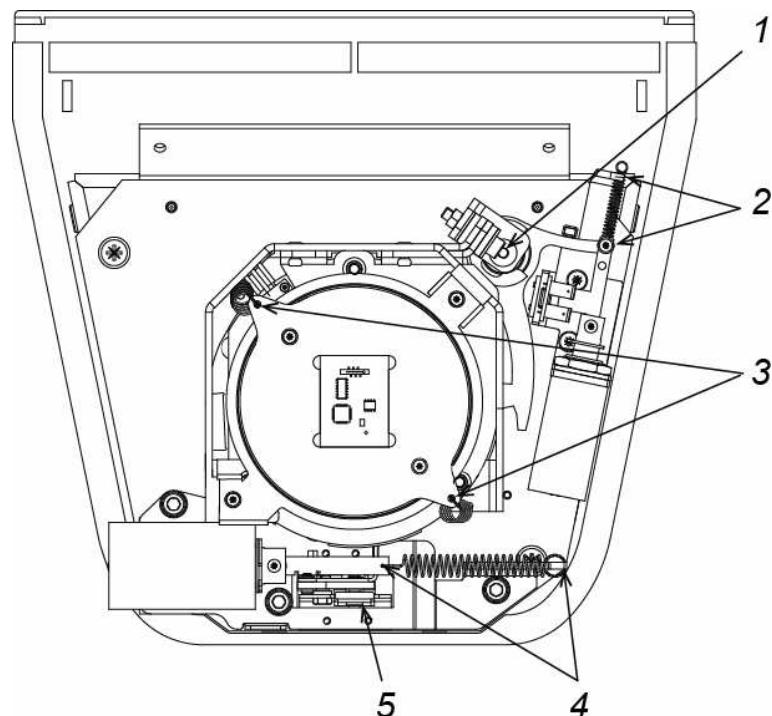

Рисунок 19. Техническое обслуживание механизма турникета
3. Проверьте надежность крепления преграждающих планок (3) к маховику и при необходимости подтяните установочные винты крепления преграждающих планок.
5. Снимите крышку турникета (1) с блоком индикации (2) согласно разд. 6.
- ось вращения рычага стопора (точка 1 на рис. 19) – смазкой **Chain and Rope Lube Spray – WEICON** или другой с аналогичными свойствами;
- места крепления пружин (точки 2, 3, 4 на рис. 19) – молибденовой смазкой;
- детали механизма аварийного открытия прохода (автоматического опускания преграждающей планки «Антипаника», точка 5 на рис.19) – смазкой **Chain and Rope Lube Spray - WEICON** или другой с аналогичными свойствами.
8. Проверьте надежность крепления кабелей в клеммных колодках платы интерфейса (10) и платы управления (9). При необходимости подтяните отверткой винты крепления кабелей.
10. Вставьте нижнюю часть зацепов крышки турникета в пазы корпуса (6) и опустите на половину высоты. Подключите кабель индикации (8) к блоку индикации крышки турникета и к разъему **X8 (INDICATION)** платы интерфейса и опустите крышку до упора. При опускании крышки проследите, чтобы кабель индикации (8) складывался вперед и не защемлялся элементами конструкции. Зафиксируйте крышку винтами в нижней части корпуса.
11. Установите маховик (4) с преграждающими планками (3) в следующем порядке:
- Зафиксируйте маховик тремя болтами (5), установив под головку каждого болта пружинную шайбу. Затяжка болтов должна обеспечивать надежную фиксацию маховика относительно вала механизма турникета (без люфта и перекосов).
12. Проверьте работу механизма аварийного открытия прохода (автоматического опускания преграждающей планки «Антипаника») подачей и снятием напряжения питания на турникет, и при необходимости смажьте шарнирные узлы соединений в каждой позиции маховика (4).